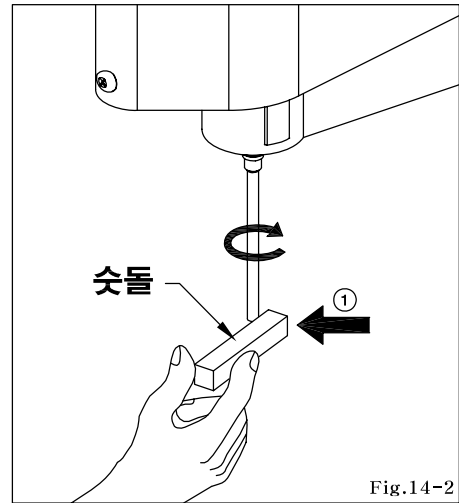

Fig.14-2
- 천공드릴이 연마 된 후 드릴의 끝부분에 버어(burr)가 생겼을 경우, 천공드릴을 천공기에 장착한 후 천공기를 작동시킨 상태에서 숫돌(㉗)을 이용하여 천공드릴의 끝단에 살짝 접촉시켜 주십시오(Fig.14-2).